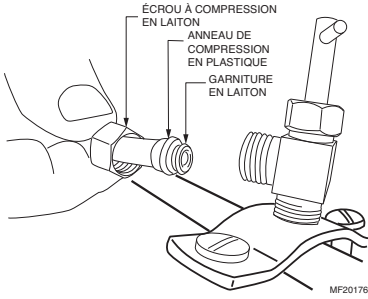

Fig. 8. Installation des tuyaux d'alimentation.
3. Utilisez le robinet-vanne à étrier (inclus) pour percer le tuyau d'alimentation d'eau au bon endroit. Consultez la Fig. 8. Si vous devez percer un tuyau galvanisé, videz la conduite puis percez un avant-trou de 3/17 po pour le robinet-vanne à étrier.